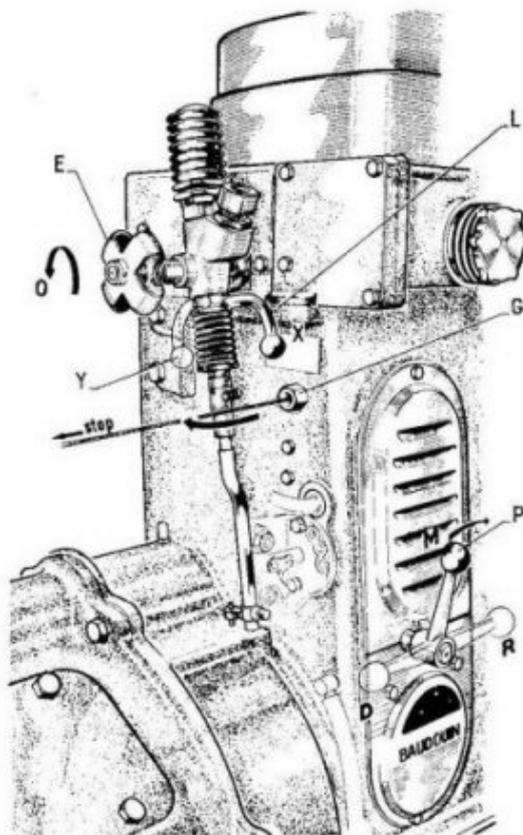

Figure 3. — Lancement pneumatique
**Opération de lancement** (voir figures 3 et 4) :
- Mettre tous les leviers de commande de pompe d'injection dans la position « décompression » (D), c'est-à-dire horizontaux et orientés vers l'arrière, à l'exception du levier du dernier cylindre qu'on laissera en position verticale (M), c'est-à-dire en position « MARCHE NORMALE ».
## REPLISSAGE DES BOUTEILLES D'AIR (voir figures 3 et 4)
- Mettre la manette (14.460) en position de lancement (position Y sur figure 3).
- Serrer alors à fond le boulon (H) de l'écrou de poussée.
- Ramener la manette en position « Marche Normale » (X) et terminer le montage du distributeur en mettant en place successivement la butée (21.172), la rondelle isolante (23.677), le joint (70.764), le ressort (856 DB 2) et le boîtier (853 DB 2).
- Graver à l'aide d'un burin un trait (R) à cheval sur la cuvette de rappel et l'écrou de poussée.